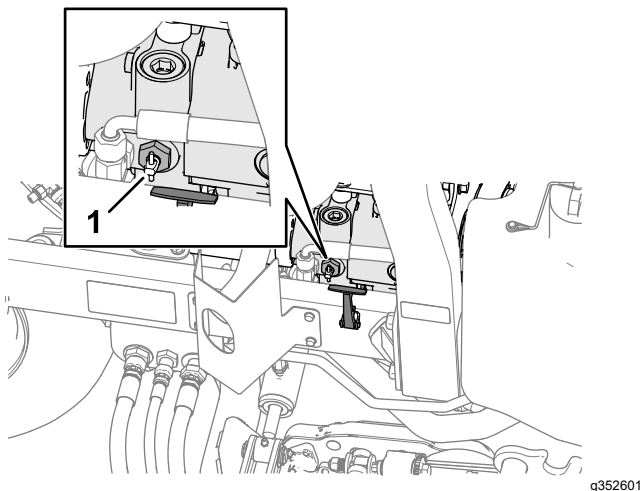

Figura 51
2. Cerca del cierre derecho del capó, gire la válvula de desvío de la palanca de la bomba (Figura 51) para girar la válvula 90°.